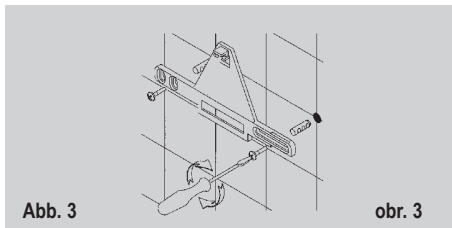

Abb. 3
- Wandhalter mit Schrauben dübeln (siehe Abbildung 3).